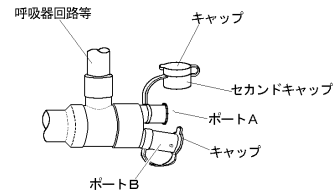

図5.
- ④気管支鏡やサクシオンチューブ等を同時に挿入する際(緊急時等)は、ポートAのセカンドキャップを外すこと。[複数の機器挿入は、気管内チューブの内腔が狭くなる] (図5参照)